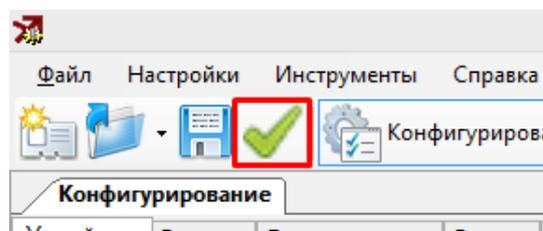

Рисунок 6.39
- Важно! После окончания конфигурирования прибора необходимо нажать кнопку применить изменения (Рисунок 6.39).
- Запрограммировать прибор (или нажать кнопку Применить изменения) (Рисунок 6.39).